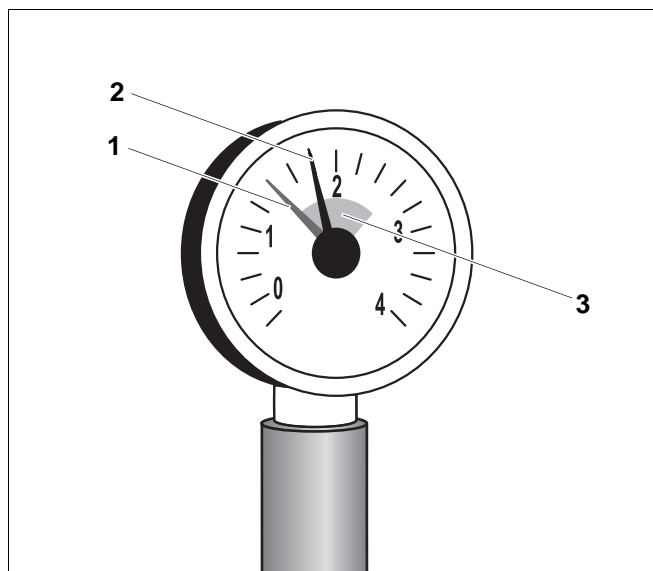

Рис.5 Манометр для закрытых установок
В закрытых установках стрелка манометра (рис. 5, поз. 2) должна находиться в зеленой зоне (рис. 5, поз. 3). Красная стрелка манометра (рис. 5, поз. 1) должна быть установлена на требуемое давление.
- Если стрелка манометра (рис. 5, поз. 2) не доходит до зеленой зоны (рис. 5, поз. 3), то давление воды слишком низкое. В этом случае долейте воду в отопительную установку (см. главу 3 "Вода для заполнения и подпитки", стр. 7).